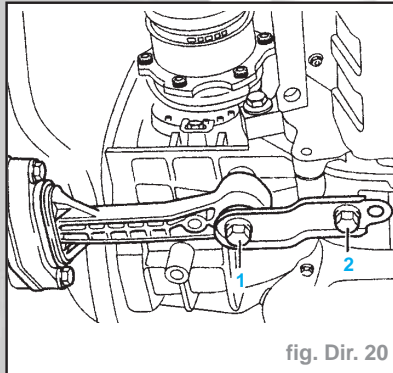

fig. Dir. 20
- Dévisser les vis six pans (1) (2) (fig. Dir. 20).